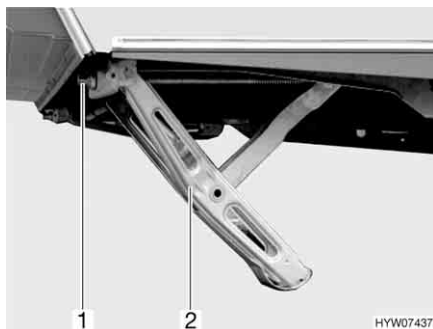

Fig. 12 Piedini di stazionamento a manovella abbassati
- Inserire la manovella in dotazione di serie nell'esagonale (Fig. 12,1) del piedino di stazionamento a manovella (Fig. 12,2).